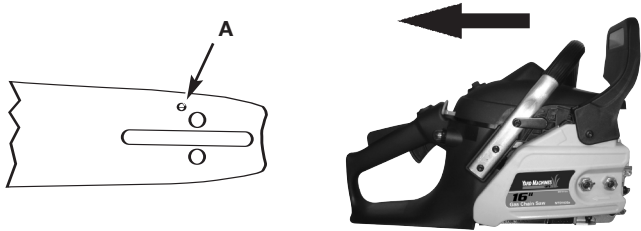

Fig. 22
1. Assurez-vous que le levier du frein de chaîne est en arrière sur la position DESENGAGÉE. (Fig.22)